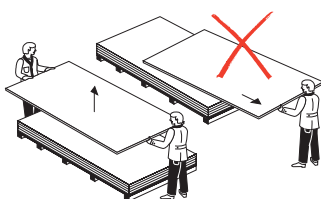

fig. 2.
- Schuif de platen niet. Til de platen op om ze te verplaatsen. (fig 2.)